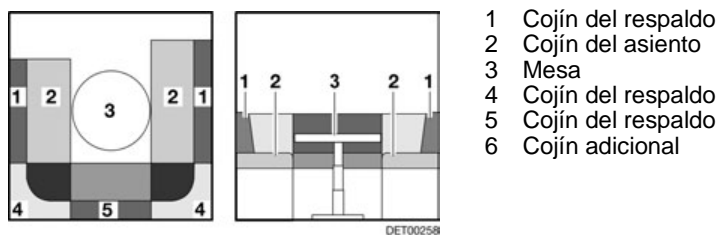

Fig. 82 Antes de la transformación
- Transformar la mesa (Fig. 82,3) en base de cama (véase apartado 7.7).